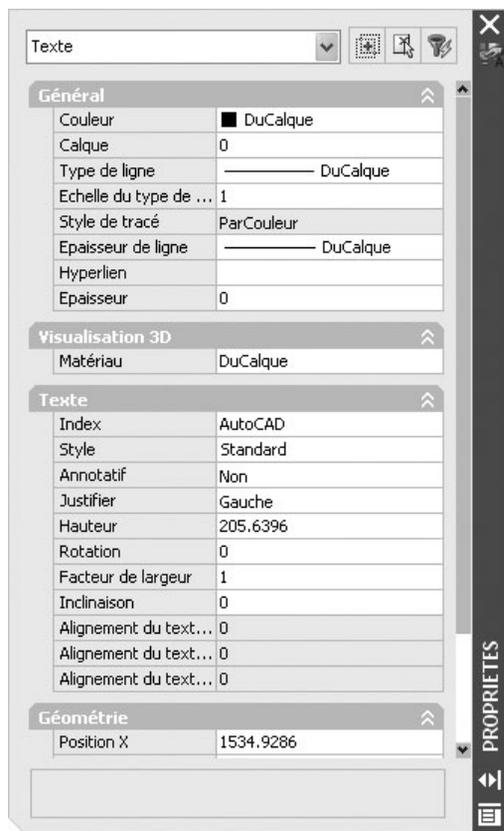

Fig.8.32
- 1 Exécuter la commande de modification à l'aide d'une des méthodes suivantes (fig.8.32) :